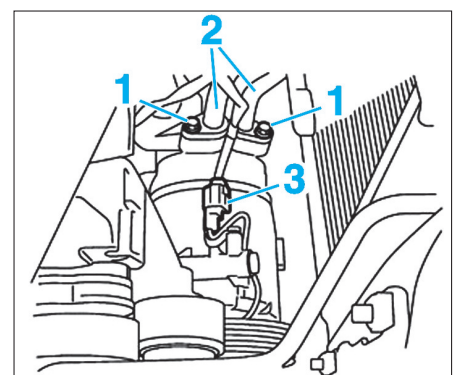

Fig. 6
- les vis (1) (Fig.6)
- Désaccoupler les conduites du circuit de climatisation (2).
- Débrancher le connecteur (3).